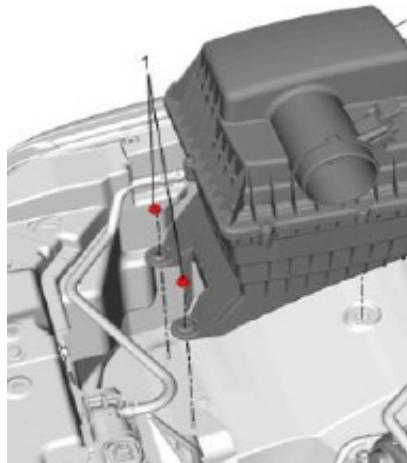

Figure 2
2. Déposer les deux écrous qui fixent le boîtier de la boîte à air d'origine (1 dans la figure 2). Dépose du boîtier – le boîtier est maintenu en place par le passe-câbles dans le passage de roue. Tirer fermement pour déposer le boîtier et faire tourner le klaxon pour le sortir du trou dans l'aile.